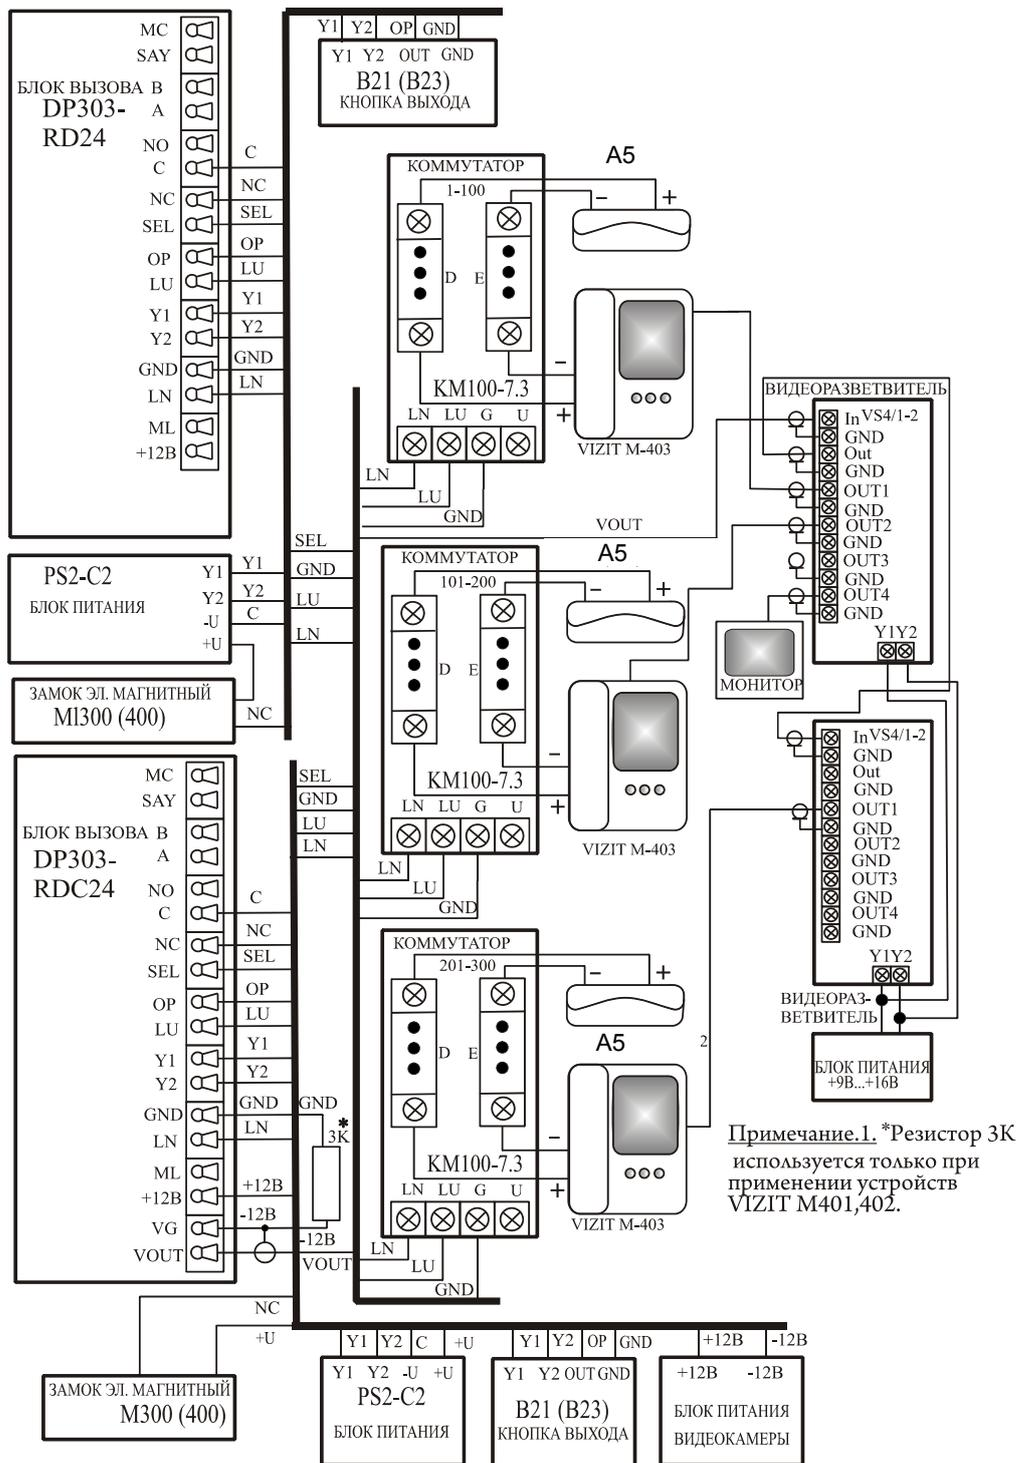

Рис.3 Пример схемы подключения DP303-RDC24 в составе домофонного комплекса.
- "занято" – показывает, что разговорная линия занята другим блоком вызова, параллельно подключенному к данному блоку вызова (см.рис. 3)
Блок вызова соединяется с остальными блоками системы согласно приведенной монтажной схеме (рис.3).
Для подключения БВ с видеокамерой необходимо использовать дополнительный блок питания видеокамеры стабилизированным напряжением 12 В и током не менее 150 мА (например БП1-А). Выходной видеосигнал подается на вход видеоразветвителя или монитор по коаксиальному кабелю волновым сопротивлением 75 Ом. Схема подключения DP303-RDC24 представлена на рис. 3.
Блок питания подключается к замку и блоку вызова согласно приведенной монтажной схеме (рис.3). Блок питания и коммутатор имеет специальные клеммные колодки для подключения проводов с соответствующими обозначениями. Для подключения блока питания к сети 220 В **обязательно(!)** должна быть установлена розетка.
С абонентскими пультами коммутатор соединяется согласно приведенной монтажной схеме (рис.3) по двум десятипроводным шинам, проложенным в стояке
Пульт подключается к соответствующим проводам (клемма «+» пульты к шине десятков D0..D9 коммутатора, клемма «-» к шине единиц E0..E9 коммутатора). Схема соединений блоков комплекса приведена на рис.3.
Электромагнитный замок подключается к блоку питания и к блоку вызова согласно схеме на рис.3. Цепи коммутации электромагнитного замка в блоке вызова содержат схему размагничивания. При подключении следует соблюдать полярность напряжения, указанную на схеме, во избежание выхода из строя блока вызова.